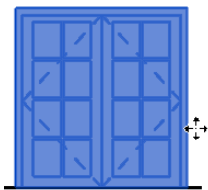

图 1-53 选择图元
- **选择:** 用于显示绘图区域中选定图元的颜色, 如图 1-53 所示。单击颜色按钮可在“颜色”对话框中指定新的选择颜色。勾选“半透明”复选框, 可以查看选定图元下面的图元。